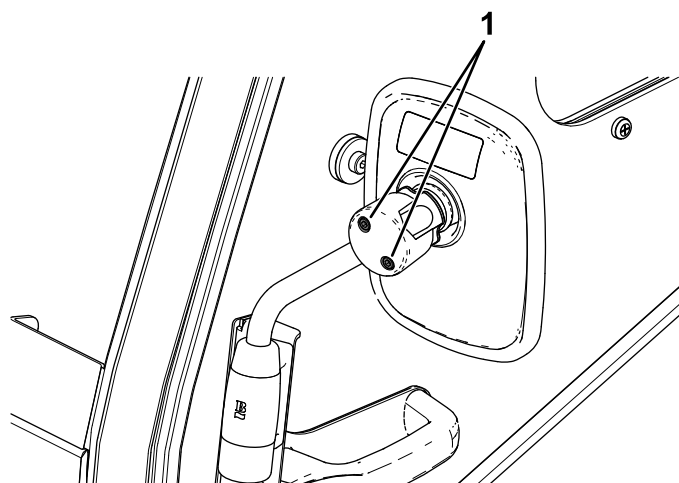

Figura 7
9. Aperte os parafusos na parte de trás do espelho para prender o espelho ao braço do espelho (Figura 7).